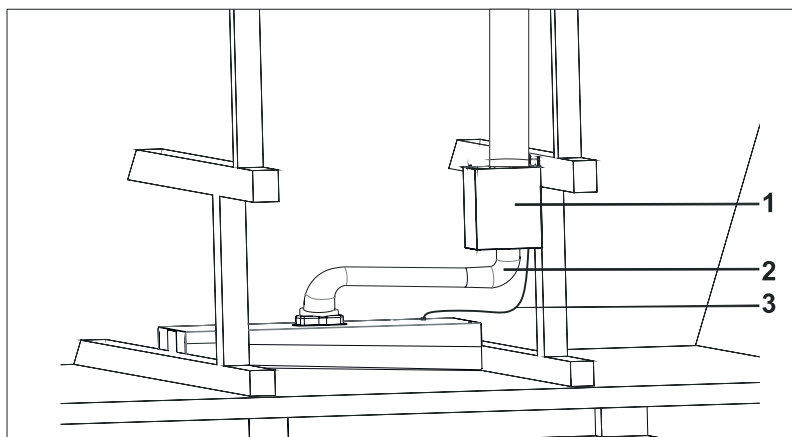

Fig. 18
13. Anslut utsugskanalen till fläkten och till den externa motorn. Koppla också utsugskanalen från den yttre motorn och ut till det fria (t ex takfläkten). Kontrollera att utsugskanalerna är täta. Använd spännremmar så att utsugskanalen ej hoppar av vid användning (Fig. 18).